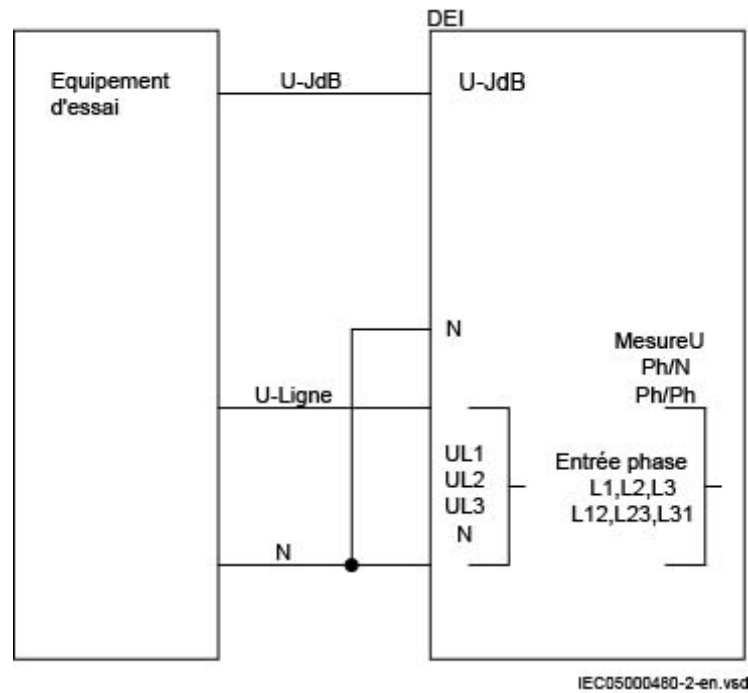

Figure 75: Raccordement général pour l'essai avec une tension triphasée raccordée au côté ligne
1. Utiliser le même raccordement de base pour l'essai qu'à la figure 75.